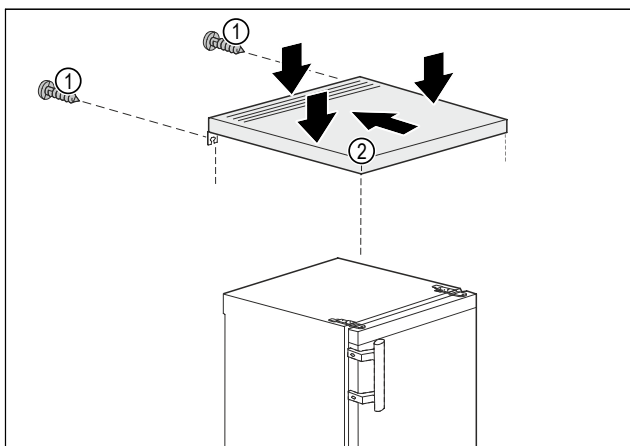

Fig. 4
- Umístěte stolovou desku Fig. 4 (2) na spotřebič.
- Stolovou desku Fig. 4 (2) posuňte dozadu.
- Stlačte stolovou desku Fig. 4 (2) vzadu dolů.
- Utáhněte šrouby Fig. 4 (1) na zadní straně.
- Stolová deska Fig. 4 (2) je namontovaná.